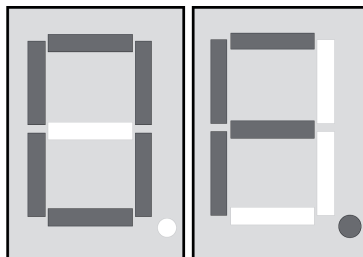

Figura 7: Indicatore **OF** – „Overflow“
- i** Interruzione procedura: Premere entrambi i tasti ▲ e ▼ (12), finché il punto decimale destro sull'indicatore non scompare.
- i** Se tutti i 100 posti di memoria sono occupati, l'indicatore segnala **OF** (figura 7).